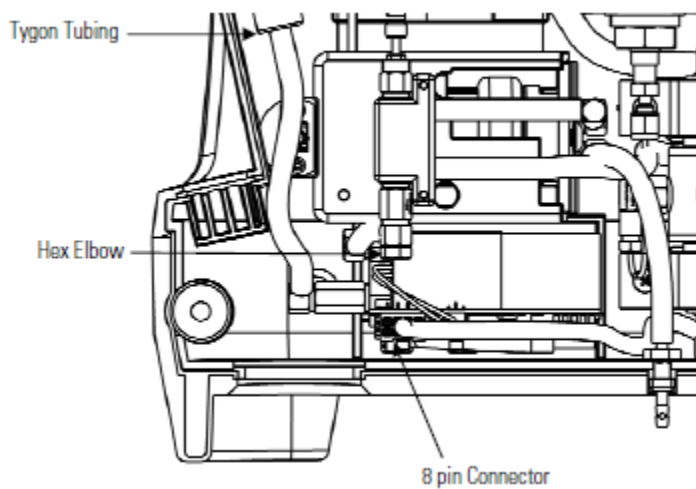

图7-17. 拆卸泵
1. 拆开泵体上的8针连接器（图7-17）。
2. 使用合适的扳手，调节阀门总成上的弯头（图7-17）
3. 拆下安装在样气入口总成的氢气管（图7-17）。